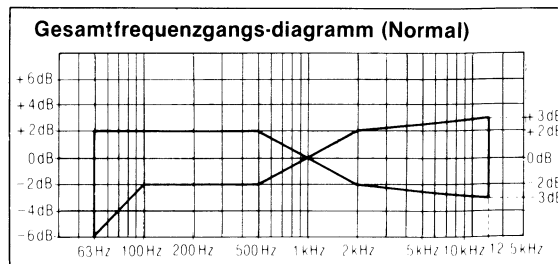
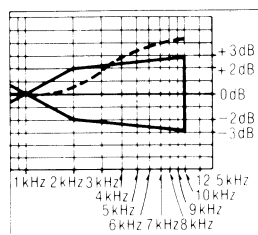
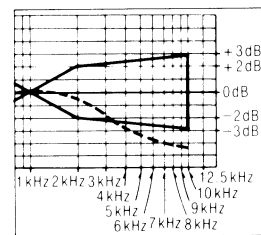

Fig. 10
Fig. 12
Fig. 13
6. Die in Schritt 5 aufgezeichneten Signale wiedergeben und überprüfen, ob die Frequenzgangkurve innerhalb des Bereichs liegt, der im Frequenzgangdiagramm für normales Band in Fig. 10 gezeigt ist. (Falls die Kurve innerhalb des vorgeschriebenen Bereichs liegt, mit den Schritten 7, 8 und 9 weiterfahren.)
Wenn die Kurve den vorgeschriebenen Gesamtfrequenzgangsbereich (Fig. 10) überschreitet, wie in Fig. 12 gezeigt.
- 2) Die Schritte 5 und 6 zur Überprüfung wiederholen. (Wenn die Kurve dabei innerhalb des vorgeschriebenen Bereichs liegt (Fig. 10) mit den Schritten 7, 8, und 9 weiterfahren.)
- 3) Wenn die Kurve den vorgeschriebenen Bereich (Fig. 10) noch immer überschreitet, den Vormagnetisierungsstrom weiter erhöhen, und die Schritte 5 und 6 wiederholen.
Wenn die Kurve unter den vorgeschriebenen Bereich für den Gesamtfrequenzgang (Fig. 10) absinkt, wie in Fig. 13 gezeigt:
- 2) Die Schritte 5 und 6 zur Überprüfung wiederholen. (Falls die Kurve dabei innerhalb des vorgeschriebenen Bereichs in Fig. 10 liegt, mit den Schritten 7, 8, und 9 weiterfahren.)
- 3) Falls die Kurve noch immer unter den vorgeschriebenen Bereich (Fig. 10) absinkt, den Vormagnetisierungsstrom weiter reduzieren, und Schritte 5 und 6 wiederholen.